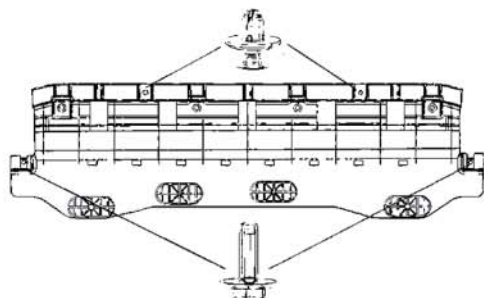

图 2-16
- (2) 用一字螺丝刀拆除发动机挡泥板与水箱上横梁连接的 2 个子母扣，用十号套筒拆除与前轮挡泥板连接的 2 个螺钉，取下发动机下前挡泥板，即完成了发动机下前挡泥板的拆卸工作，如图 2-16 所示；